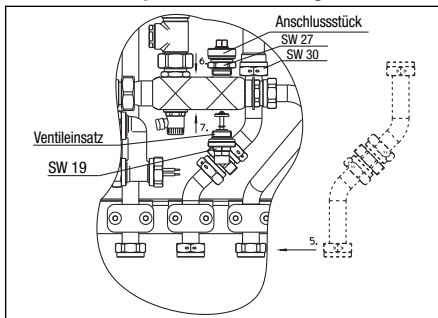

Abb. 5 Einbau – Teil 1
5. Die Rohrgruppe in der Wohnungsstation „Regudis W-HTU“ wie in Abb. 5 angegeben positionieren und mit neuen Dichtringen wieder festschrauben (SW 30). Dabei alle Überwurfmutter der Rohrgruppe fest anziehen. Den Schellenkörper wieder auf das Rohr setzen und die Schrauben mit Hilfe eines Inbusschlüssels (SW 5) wieder anziehen.
6. Das Anschlussstück (SW 27) von oben in den Edelstahlverteiler, wie in Abb. 5 gezeigt, fest einschrauben.